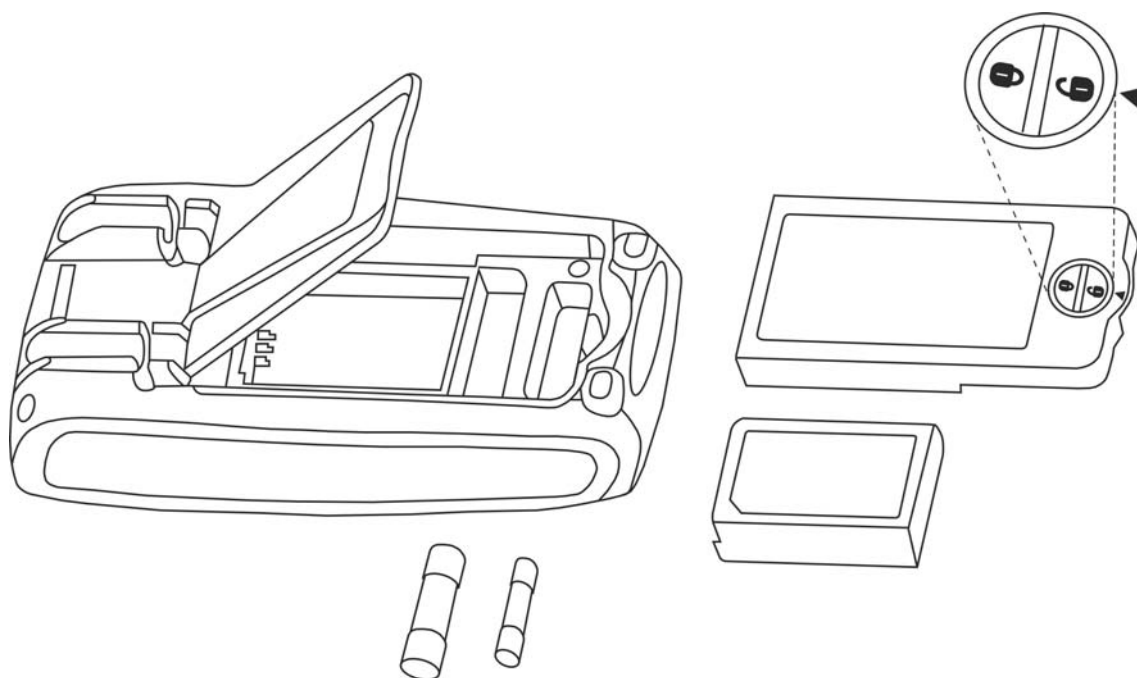

Fig. 34: Sostituzione fusibili interni
2. Ruotare la vite di fissaggio del vano batterie dalla posizione "1" alla posizione "2" e rimuovere lo stesso (vedere Fig. 34)